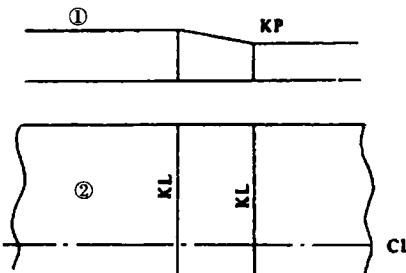

图 1.10 折角点 knuckle point 与折角线 knuckle line
- 23) 折角线 knuckle line (KL)(见图 1.10)
24) 折角点 knuckle point (KP)(见图 1.10)